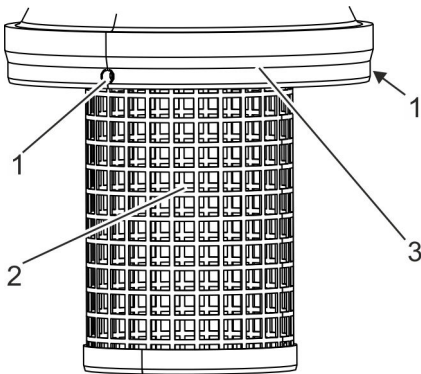

Abb. 26: Befestigung Siebzylinder
2. ▶ Gewindestifte (Abb. 26/1) lösen.
3. ▶ Siebzylinder (Abb. 26/2) vom Verschlussdeckel (Abb. 26/3) trennen.